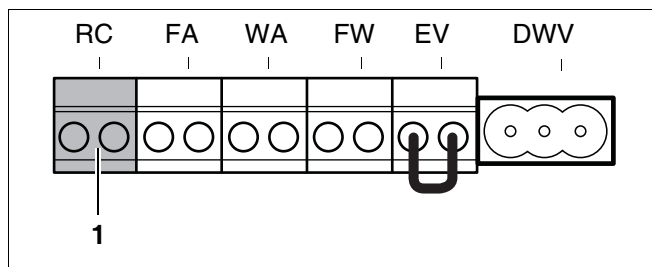

Fig. 30 Klemrække - rumbetjeningsenhed ModuLine 400 og EMS-bus (tilslutningsfarve orange)
- Slut instrumentpanelet ModuLine 400 eller kaskadeinstrumentpanelet MBC 5 til det orange stik RC (fig. 30, **pos. 1**). Brug hertil et 2-trådet strømkabel på hver 0,4 til 0,75 mm².
- Slut moduleerne til EMS-bussen ved ekstern modulmontering på klemme RC (fig. 30, side 30).
- Foretag tilslutning til EMS-bussen på klemme RC (fig. 30, side 30).